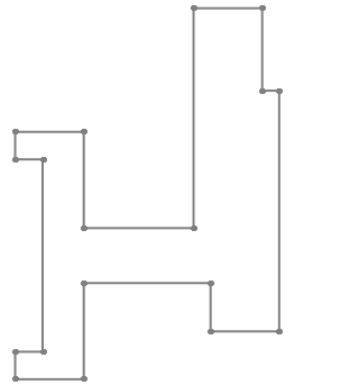

Ilustración 109
Paso 1: Se realiza el croquis del perfil de la figura a la que se desea revolucionar, también es necesario hacer una línea guía como eje de rotación para la revolución como se muestra en la ilustración 109.